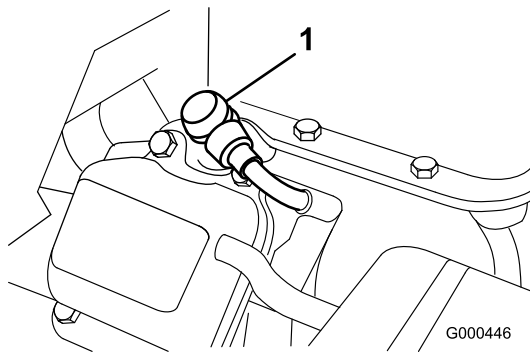

図 25
1. 点火プラグのコードをプラグから抜きとる (図 25)。